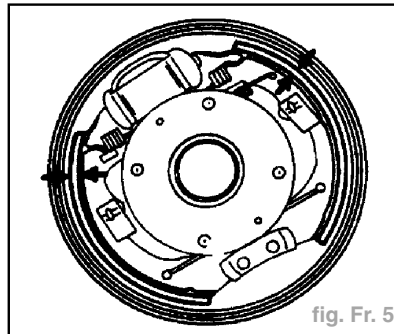

fig. Fr. 5
- Vérifier l'épaisseur des garnitures (fig. Fr. 5).